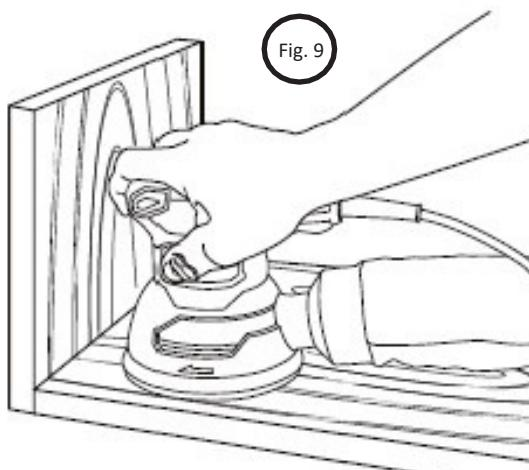

Fig. 9
**REMARQUE :** le bord avant de la ponceuse permet un ponçage à ras. Voir la figure 9.